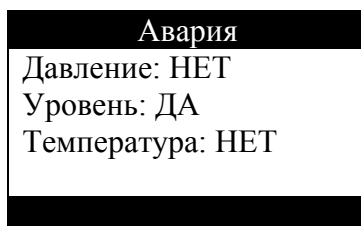

Рис. 12. Авария.
10.1. При возникновении аварийной ситуации во время тестирования форсунок на индикаторе отобразится сообщение с указанием причины аварии (см. рис. 12).